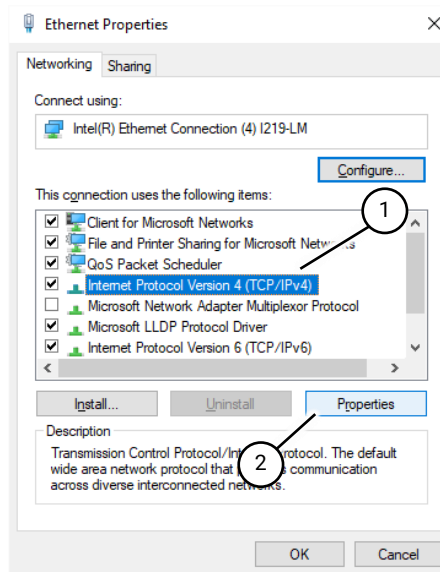

Fig 42 Propriétés de l'adaptateur réseau
4. Sélectionnez "Internet Protocol Version 4 (TCP/IPv4)" (Fig 42 (1)) puis sélectionnez "Propriétés" (Fig 42 (2)).